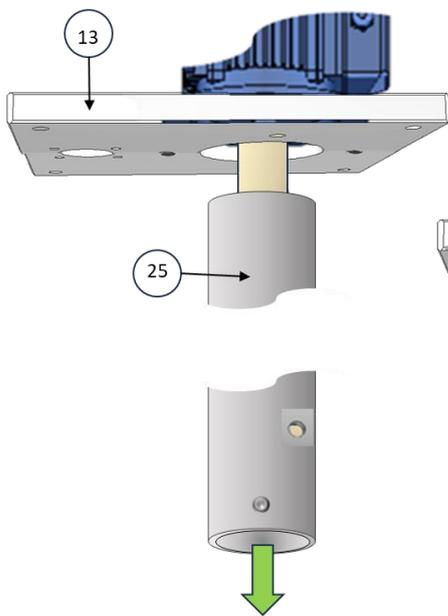
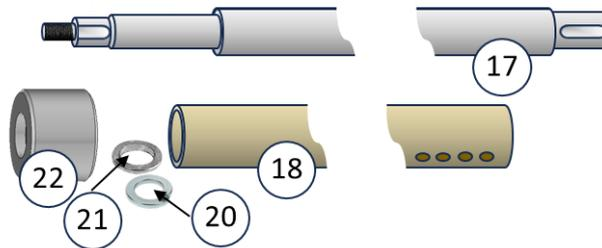

Figura 1
Figura 5
1 Separare la colonna (25) dalla piastra (13) (Figura 1)
Seguire specularmente le sequenze illustrate nel punto 4.7.3 dalla Figura 5 a ritroso fino alla Figura 1